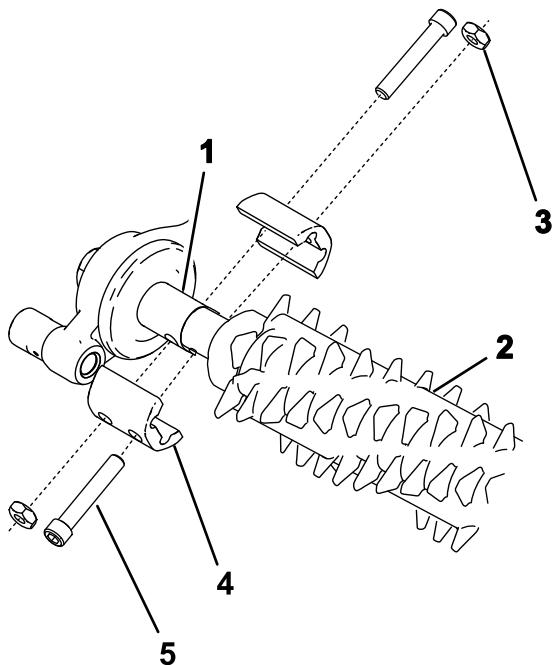

Figure 18
2. Alignez le groomer et les arbres courts d' entraînement du boîtier d' entraînement et de l' ensemble de tension (Figure 18).
3. Fixez le groomer sur la machine comme montré à la Figure 18 et serrez les boulons à la main.